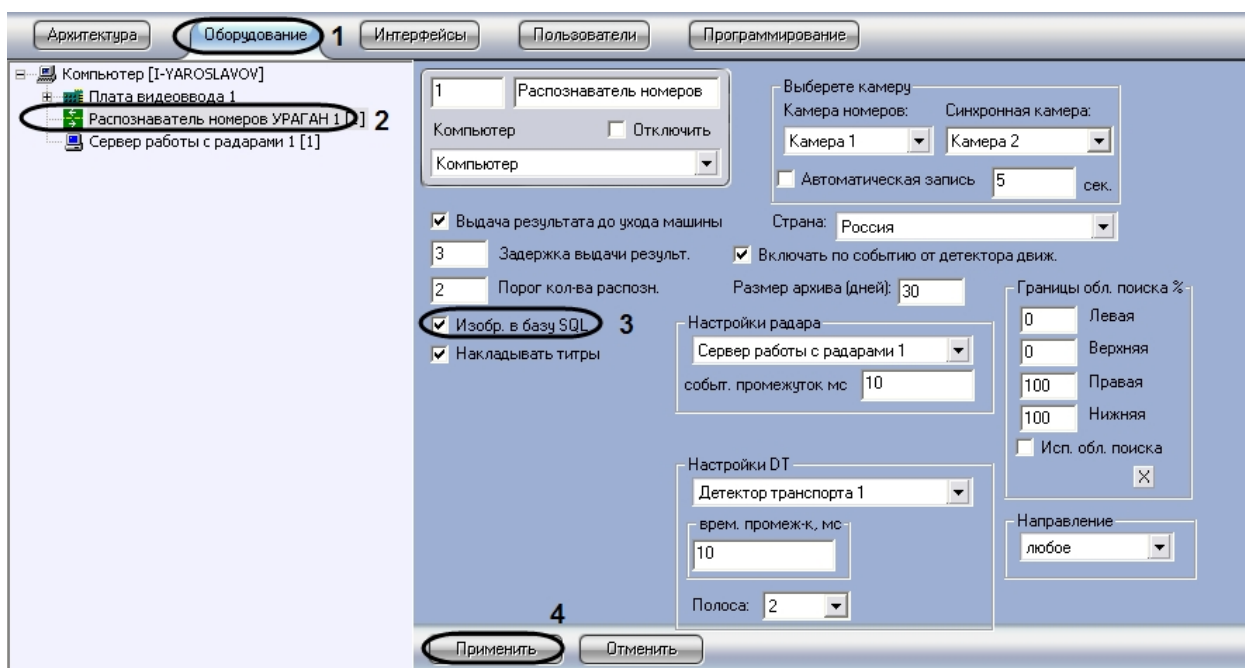

Рис. 29. Включение функции записи фото транспортного средства в базу данных номеров
2. В дереве объектов на вкладке «Оборудование» выбрать объект «Распознаватель номеров УРАГАН», соответствующий настраиваемому программному модулю «Ураган». В правой части вкладки «Оборудование» отобразится панель настройки выбранного объекта (см. Рис. 29).